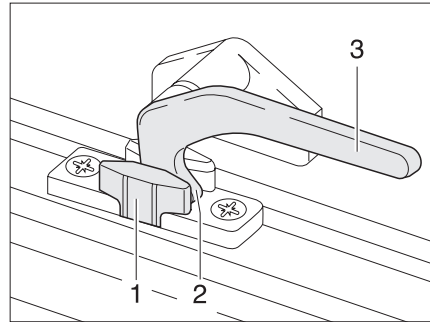
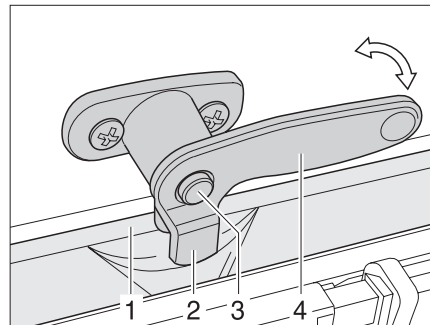

Bild 21 Verriegelungshebel in Stellung „Dauerbelüftung“
Bild 22 Verriegelungshebel mit Sicherungsknopf in Stellung „Dauerbelüftung“
- in Stellung „Dauerbelüftung“ (Bild 21)
- ▶ Falls vorhanden, den Sicherungsknopf (Bild 22,3) drücken und gedrückt halten.
- ▶ Den Verriegelungshebel (Bild 21,3 bzw. Bild 22,4) eine viertel Umdrehung zur Fenstermitte hin drehen.
- ▶ Den Verriegelungshebel wieder zurückdrehen. Die Verriegelungsnase (Bild 21,2 bzw. Bild 22,2) dabei in die Aussparung der Fensterverriegelung (Bild 21,1 bzw. Bild 22,1) einfahren.